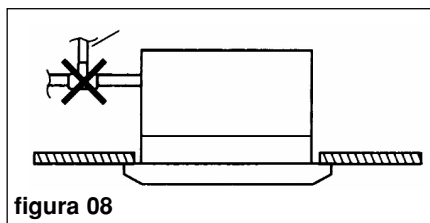

figura 08
- No instalar tomas de aire (figura 08).